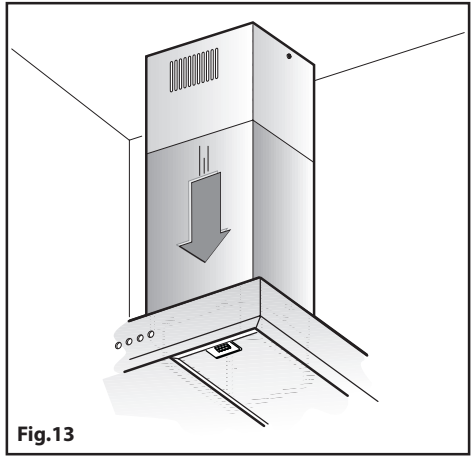

Fig.13
- Enlever le ruban adhésif **L** et poser le conduit de fumées inférieur sur le corps de la hotte (**Fig.13**).